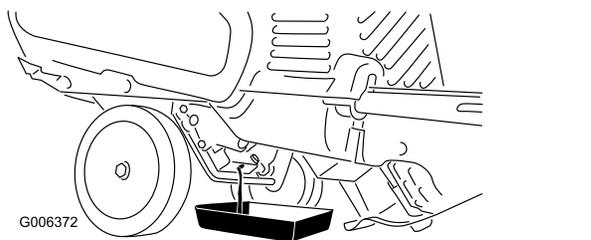

Figure 21
3. Placez un bac de vidange sous le bouchon de vidange et retirez le bouchon; basculez la machine en arrière et vidangez l'huile usagée dans le bac de vidange (Figure 21).